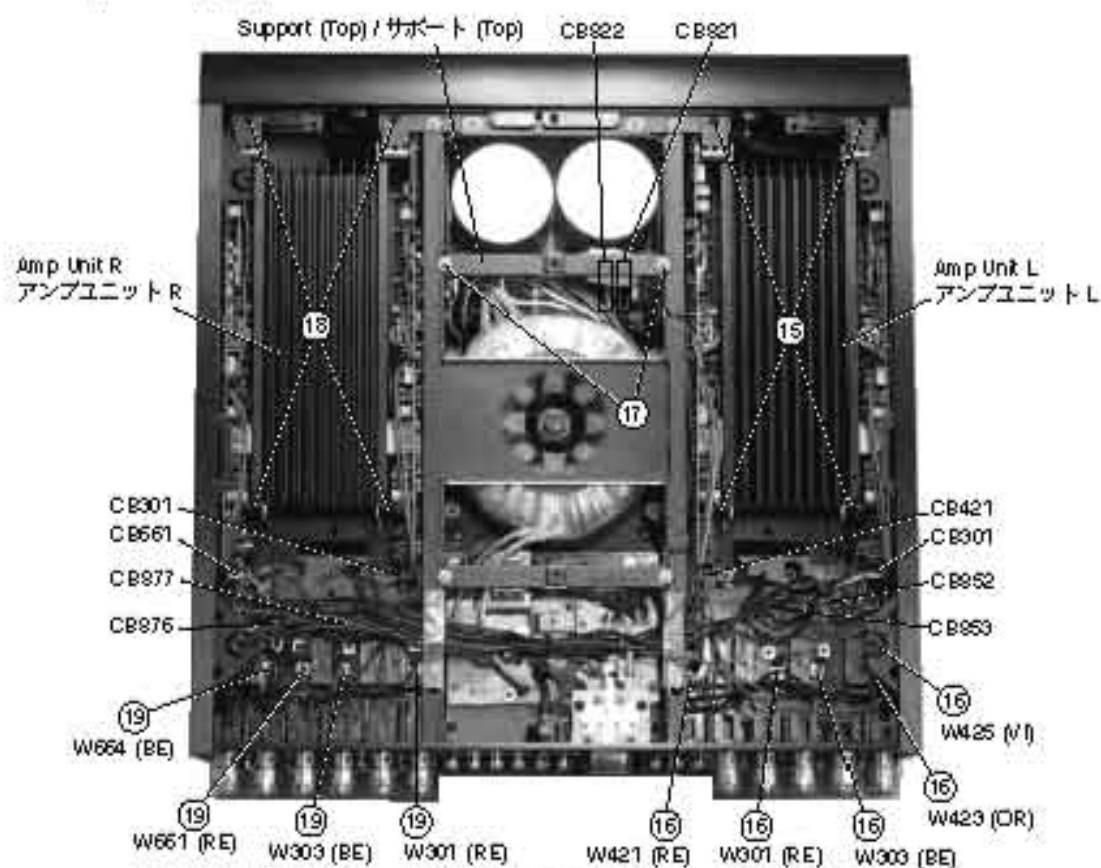

Fig. 7
- Remove 4 screws (15) and 5 screws (16) in Fig. 7.
- Remove connectors CB852 (3P), CB853 (2P), CB301 (3P) and CB421 (4P). (Fig. 7)
- Remove 2 screws (17) and then remove the Support (Top). (Fig. 7)
- Remove connector CB821 (6P). (Fig. 7)
- Remove the Amp Unit L. (Fig. 7)
- Remove 4 screws (18) and 4 screws (19). (Fig. 7)
- Remove connectors CB822 (6P), CB877 (2P), CB876 (3P), CB301 (3P) and CB661 (4P). (Fig. 7)
- Remove the Amp Unit R. (Fig. 7)
- 15のネジ4本と16のネジ5本を外します。(Fig. 7)
- コネクターCB852 (3P), CB853 (2P), CB301 (3P), CB421 (4P)を外します。(Fig. 7)
- 17のネジ2本を外し、サポート (TOP)を取り外します。(Fig. 7)
- コネクターCB821 (6P)を外します。(Fig. 7)
- アンプユニットLを取り外します。(Fig. 7)
- 18のネジ4本と19のネジ4本を外します。(Fig. 7)
- コネクターCB822 (6P), CB877 (2P), CB876 (3P), CB301 (3P), CB661 (4P)を外します。(Fig. 7)
- アンプユニットRを取り外します。(Fig. 7)